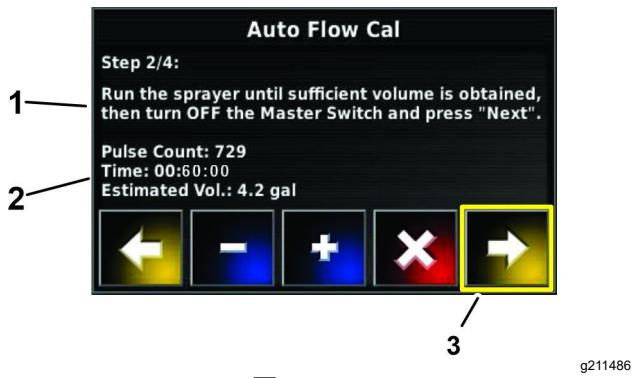
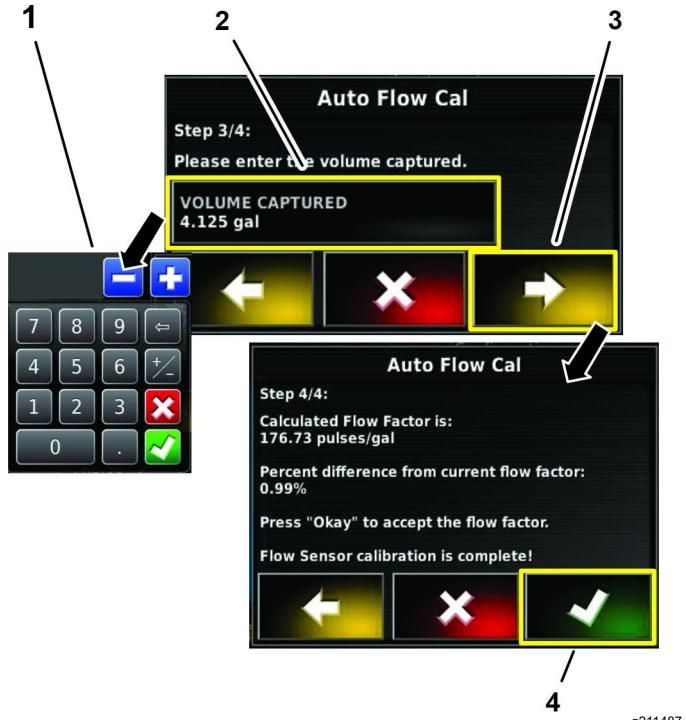

図 84
図 85
12. 計算で求めた水量を、キーボードから入力する図 84 と 図 85。
13. フロー・キャリルの数値を承認する図 85。